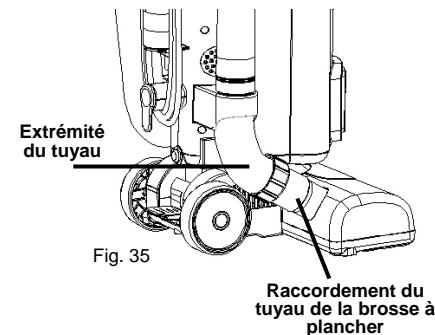

Fig. 35
2. Tenez la sortie du tuyau et enlevez-le du raccordement à la brosse à plancher. (Fig. 35)